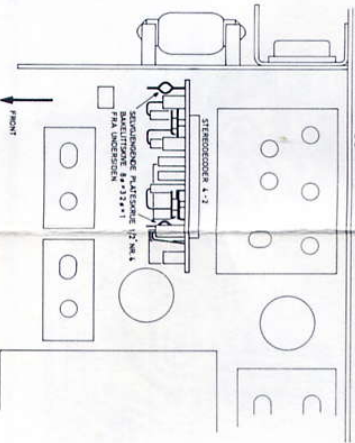

Fig. 4. Montering av stereodekoder 4-2 i Sølvsuper 10.
3. Trekk ut ekvivalenktorget og monter dekoderen som vist i fig. 4. Legg isolasjonsskivene mellom skruhodene og hovedplattens folieside og fest med to skruer fra TK-platens folieside.